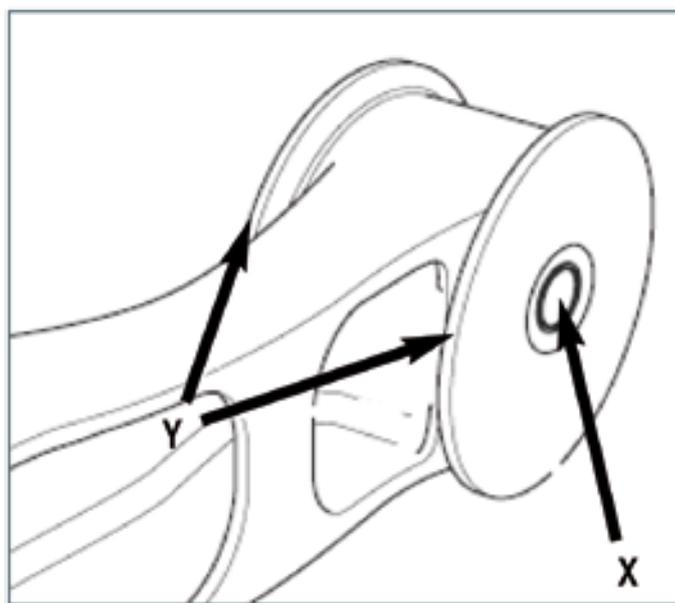

Abb. 4.39
10. Führen Sie die innere Stahlschiene „X“ in das Mittelrohr der Drehzapfenbuchse ein. Bringen Sie die neuen Verschleißscheiben „Y“ an beiden Seiten der Drehzapfenbuchse an (Abb. 4.39).